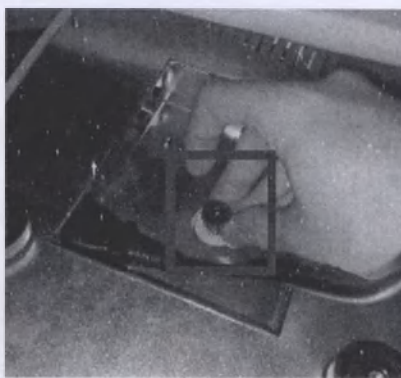

Рисунок 1
- Фиксируйте прибор с помощью предназначенного для этого винта на нижней стороне устройства (рис.1).